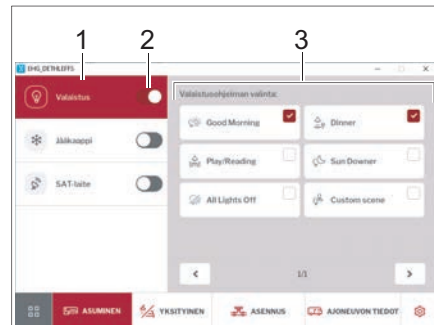

Bild 256 Belysning
- Med skjutreglaget (Bild 256,2) sätter du på och stänger av belysningen.
- Klicka på knappen *Belysning* (Bild 256,1).
Välj ljusscen på kontrollpanelen (Bild 256,3).